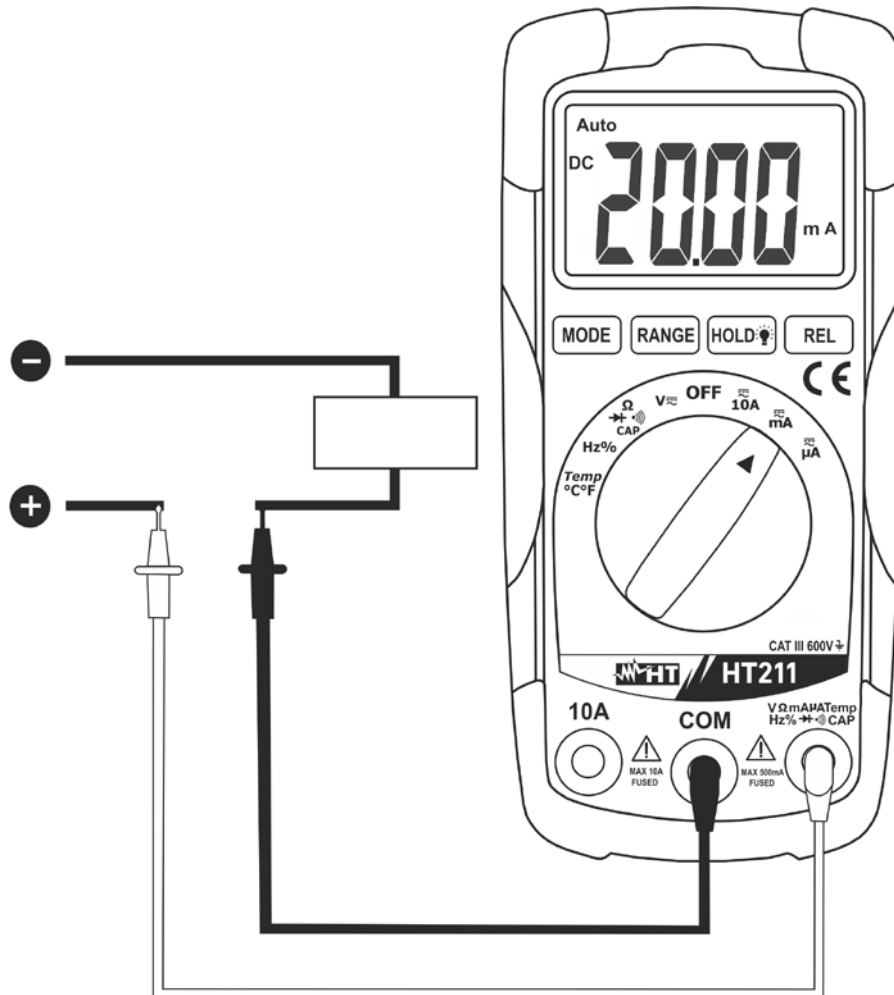

Abb. 4: DC-Strommessung
5. Verbinden Sie die rote und schwarze Messleitung mit dem Messkreis unter Beachtung der Polarität (s. Abb. 4)